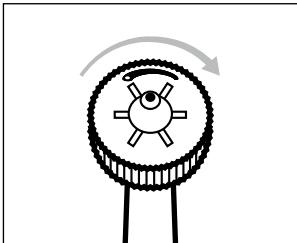

Abb.6
- ◆ Drehen Sie den Düsenregler ① mit den Fingern im Uhrzeigersinn für einen Mehrfachstrahl zur Zahnfleischmassage (siehe Abb. 6 und 7).